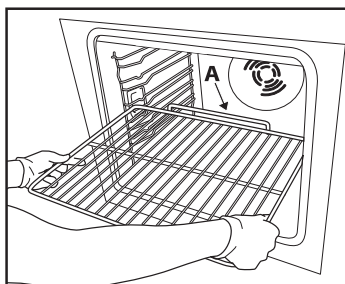

Fig. 1
1. Introduisez la grille horizontalement, avec la partie saillante « A » vers le haut (fig. 1).